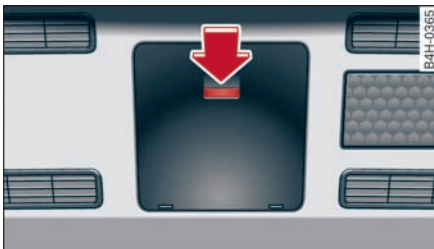

图 89 行李箱：靠背中的滑雪板装载装置
- ▶ 将行李箱中的滑雪板装载装置的盖子向下翻 ⇨ 图 89。